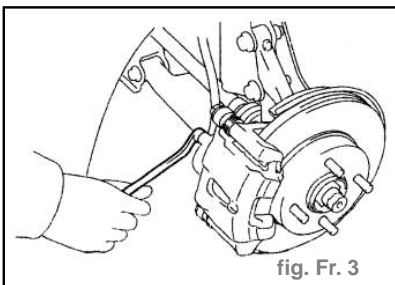

fig. Fr. 3
- Déposer de l'étrier le boulon-raccord et le joint, puis débrancher le flexible de l'étrier. (fig. Fr. 3)